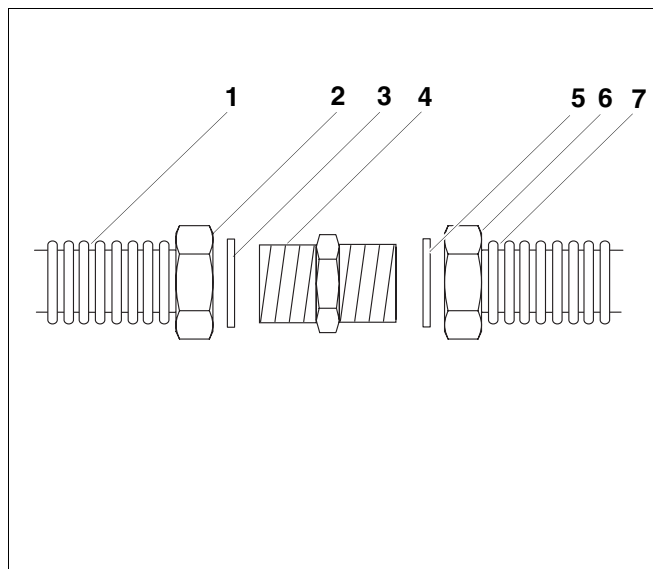

Fig. 10 Prolungamento del tubo ondulato in acciaio inox
Il tubo ondulato in acciaio inox si può prolungare, in caso di bisogno, mediante un doppio nipplo R1 (fig. 10, **pos. 4**).
- Inserite le guarnizioni (fig. 10, **pos. 3 e 5**) nei dadi di raccordo premontati Rp1 (fig. 10, **pos. 2 e 6**).
- Avvitare le estremità dei tubi ondulati in acciaio inox (fig. 10, **pos. 1 e 7**) con i dadi di raccordo premontati Rp1 (fig. 10, **pos. 2 e 6**) alla filettatura R1 del doppio nipplo R1 (fig. 10, **pos. 4**).